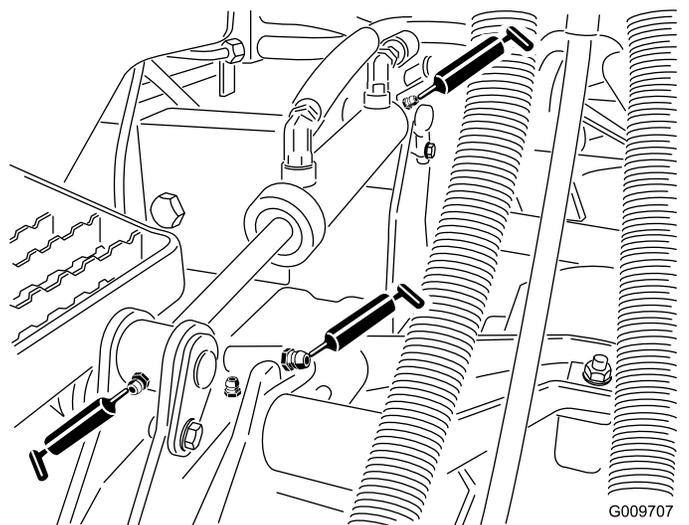

図 25
- 昇降アームのブッシュ各デッキに1ヶ所 図 25
- 昇降シリンダのブッシュ各デッキに2ヶ所 図 25